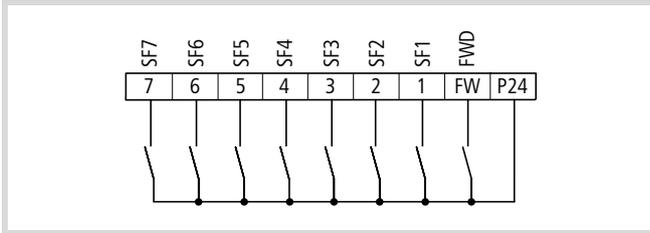

Figura 58: Gli ingressi digitali da 1 a 7 sono configurati come "selezione frequenza fissa bit per bit" da SF1 a SF7.
- ▶ Attivare l'ingresso digitale in base alla Figura 58, per selezionare il corrispondente stadio di frequenza fissa.
Il valore immesso viene memorizzato sotto il parametro selezionato con l'ingresso digitale. Se il cablaggio è stato eseguito come mostrato nella Figura 58, all'attivazione dell'ingresso digitale 1 il valore viene memorizzato sotto PNU A021.